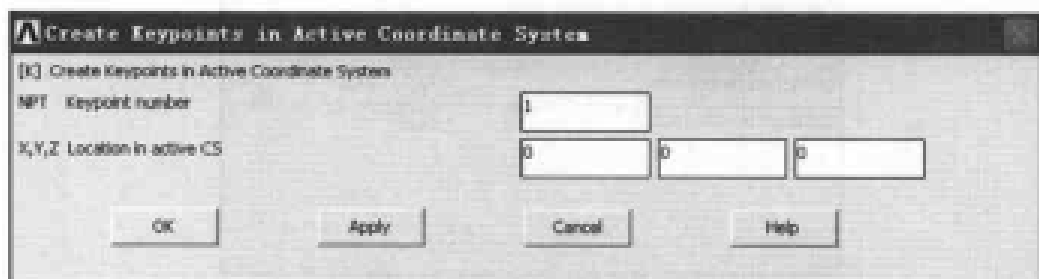

图 11-15 生成关键点对话框
(1) 选择 Main Menu | Preprocessor | Modeling | Create | Keypoints | In Active CS 命令, 出现 Create Keypoints in Active Coordinate System 对话框。在 NPT Keypoint number 文本框中输入 1, 在 X,Y,Z Location in active CS 文本框中依次输入 0、0、0, 如图 11-15 所示, 单击 OK 按钮关闭该对话框。